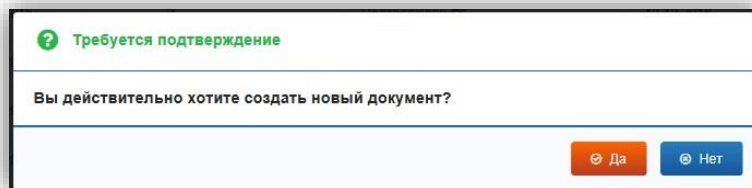

Рисунок 141 – Подтвердите создание нового документа
– В появившемся диалоговом окне нажмите кнопку «Да», чтобы подтвердить создание нового документа (рис. 141).